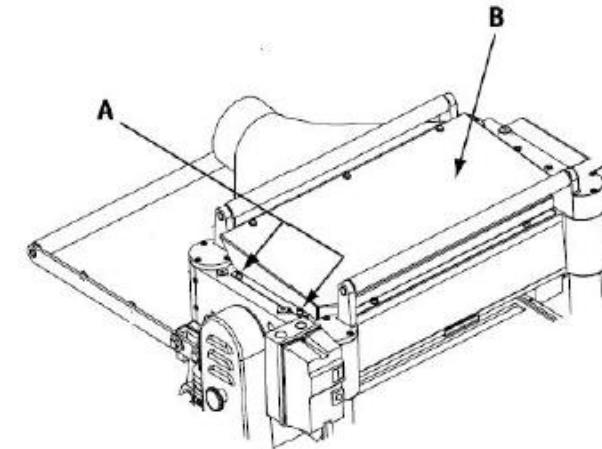

Рис. 18
2. Вывернуть шесть винтов (*Рис. 18, А*) и снять верхнюю крышку (*Рис. 18, В*).
2. Вывернуть шесть винтов и снять верхнюю крышку (*Рис. 18*).